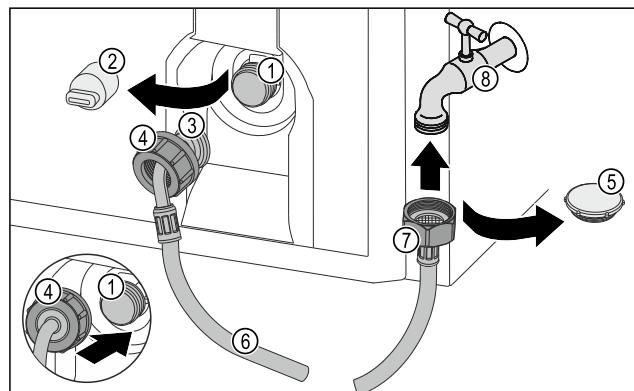

Fig. 58
- Verschlusskappe Fig. 58 (5) entfernen.
- Gerades Schlauchende Fig. 58 (7) am Wasserhahn Fig. 58 (8) ansetzen.
- Mutter am geraden Schlauchende Fig. 58 (7) im Uhrzeigersinn festziehen.